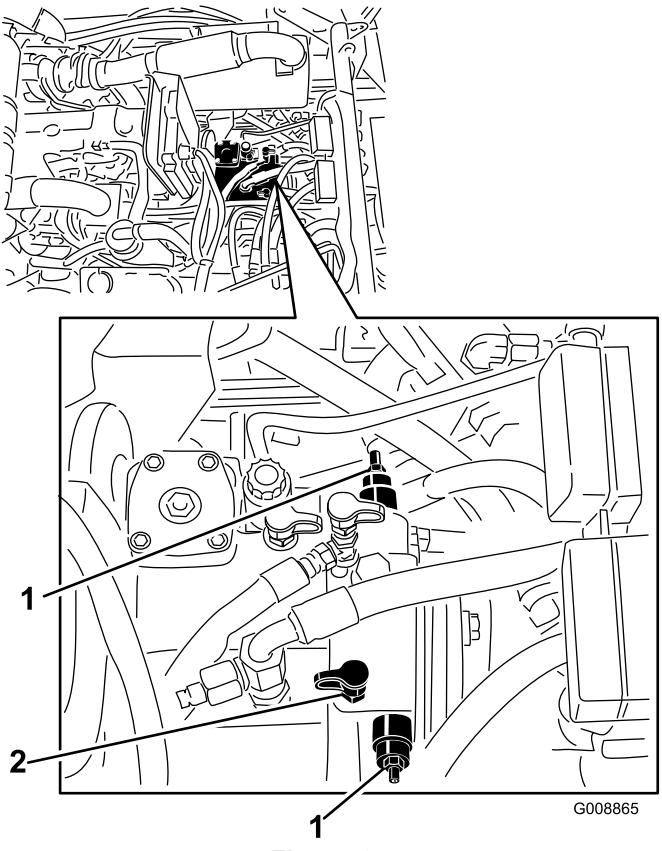
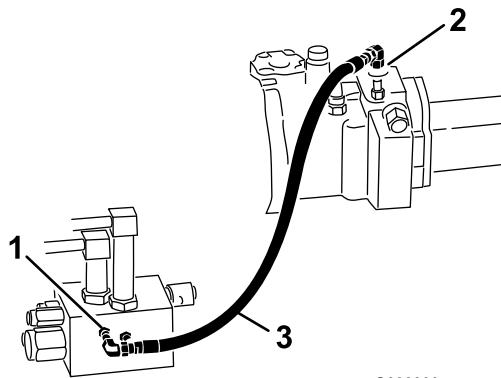

Figure 35
Figure 36
1. Soulevez le capot et localisez les vannes sur les côtés de la pompe (Figure 35).
2. Pour activer les vannes de remorquage, desserrez l'écrou de blocage sur la tige de chaque vanne de dérivation (Figure 35).
arrière, le clapet antiretour du collecteur de la transmission à 4 roues motrices doit aussi être mis en dérivation. Pour ce faire, raccordez un ensemble flexible (Flexible Réf. 95-8843, Raccord 95-0985 [Qté 2] et Raccord hydraulique Réf. 340-77 [Qté 2]) à la prise d'essai de pression de transmission aux roues en marche arrière (Figure 35 et Figure 36), et à la prise de pression de la transmission aux 4 roues en marche arrière (Figure 36).